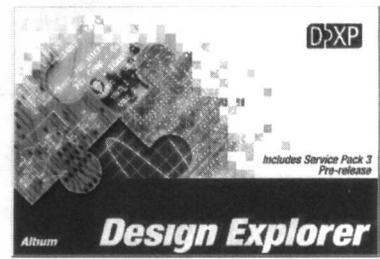

图 1-8 Protel DXP 启动画面
① “Show DXP startup screen” 复选项：用来选择 Protel DXP 启动时是否显示系统启动画面，如图 1-8 所示。该画面以动画形式显示系统版本信息，可提示操作者当前系统正在装载。
若未选中该复选项，则 Protel DXP 系统启动时，将越过图 1-8 所示画面。